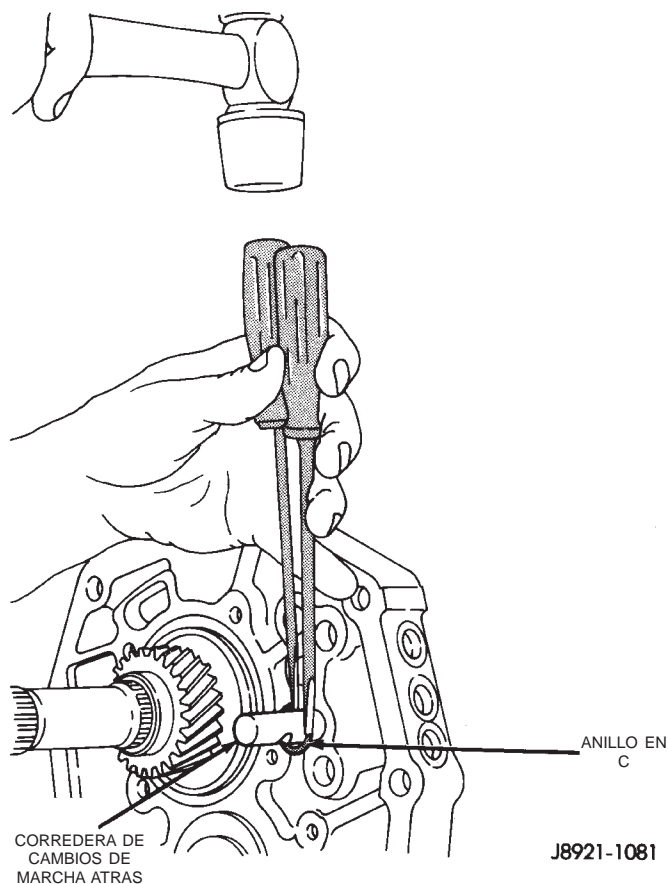

Fig. 77 Desmontaje de anillo en C de corredera de cambios de marcha atrás
(30) Retire el anillo en C que fija la corredera de cambios de marcha atrás en la placa intermedia, utilizando dos destornilladores de igual tamaño (Fig. 77).